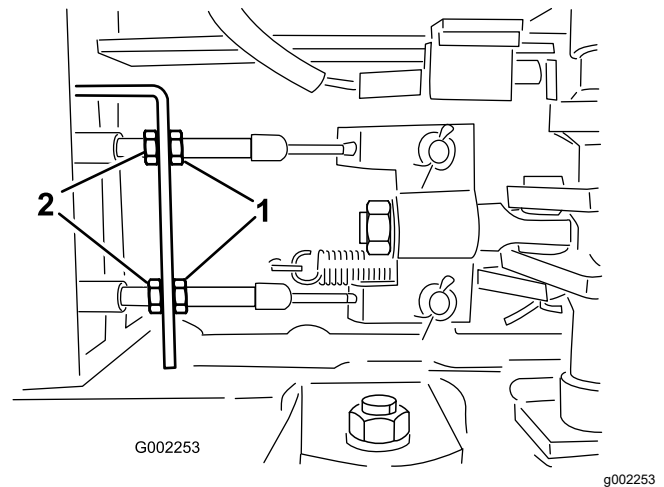

Bild 102
5. Lösen Sie die vorderen Klemmmuttern an den Bremskabel unter der Vorderseite des Sprühfahrzeugs (Bild 102).
6. Ziehen Sie die hinteren Klemmmuttern gleichmäßig an, bis das Spiel des Bremspedals 1-2 cm beträgt, bevor Sie einen Widerstand spüren (Bild 102).